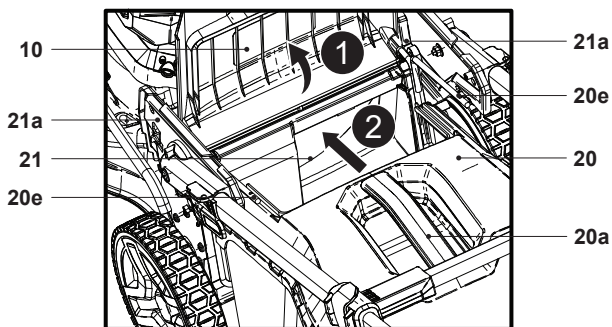

Fig. 6
3. Ouvrir le déflecteur (10) et le maintenir ouvert (Fig. 6, étape 1).
4. Transporter le bac de ramassage (20) par sa poignée de transport (20a).
5. Aligner les deux crochets du bac de ramassage (20e) sur les mousquetons (21a) et y accrocher le bac de ramassage (20) (Fig. 6, étape 2).
6. Ensuite, dégager le déflecteur (10) avec précaution.